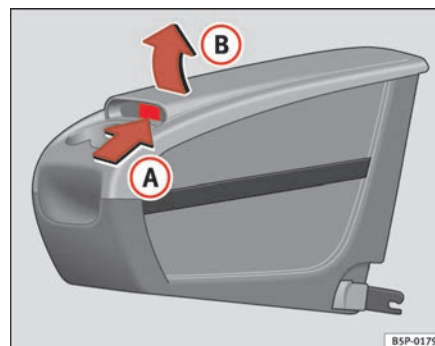

Fig. 114 Portaobjetos móvil. Apertura
- Levante la tapa **(B)**, por la zona **(A)** ⇒ **página 149, fig. 114.**